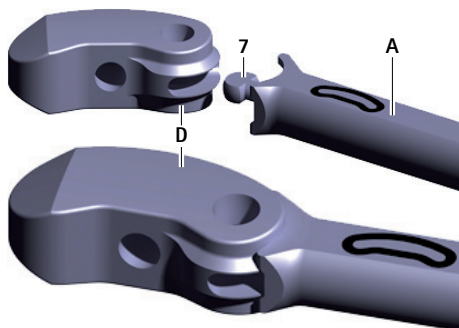

Рис. 2 Подсоединение тестового имплантата к установочному инструменту
- Подсоединить тестовый имплантат D к двугранному углу 7 установочного инструмента А, см. Рис. 2. При этом следить за ориентацией тестового имплантата (ориентация определяется по надписи на установочном инструменте).